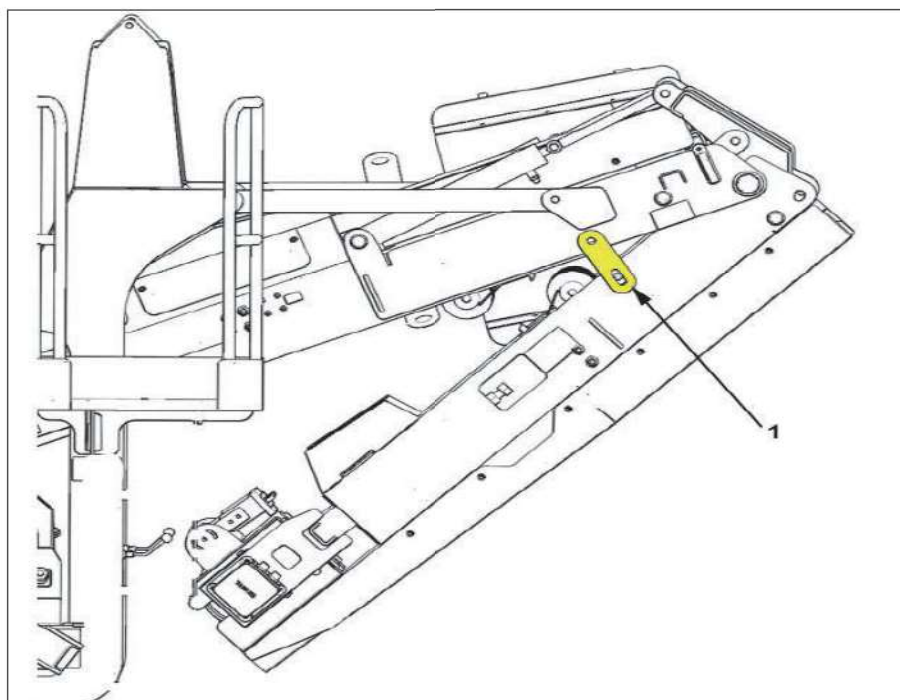

Figure 5.10 - Pennen van transportpositie van transportband achteraan
2. Wanneer de eindband zich in de transportpositie bevindt, brengt u de transportsteunen (1) op afb. 5.10 aan weerszijden van de eindband aan.